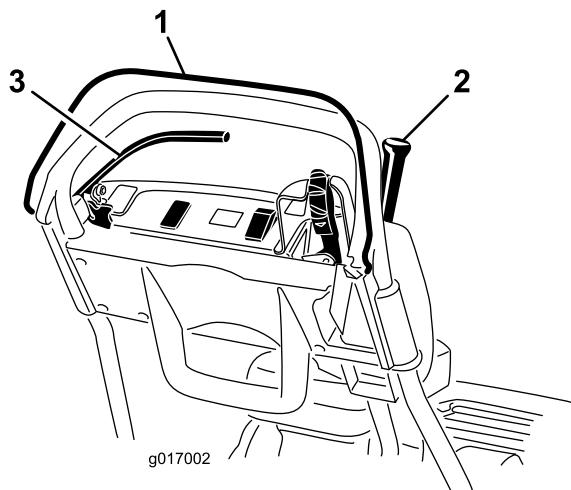

Bild 27
3. Versuchen Sie den Fahrantriebshebel bei gelöster elektronischer Sicherheit zu aktivieren (Bild 27). Der Fahrantriebshebel sollte nicht aktiviert werden. Wenn der Fahrantriebshebel aktiviert werden kann, müssen die Sicherheitsschalter gewartet werden. Beheben Sie den Fehler, bevor Sie den Betrieb aufnehmen. Weitere Informationen finden Sie unter „Warten der Sicherheitsschalter“.
4. Lösen Sie die elektronische Sicherheit, wenn die elektronische Sicherheit gedrückt und der Fahrantriebshebel aktiviert ist (Bild 27). Der Fahrantriebshebel sollte deaktiviert werden. Wenn der Fahrantriebshebel nicht deaktiviert wird, müssen die Sicherheitsschalter gewartet werden. Beheben Sie den Fehler, bevor Sie den Betrieb aufnehmen. Weitere Informationen finden Sie unter „Warten der Sicherheitsschalter“ oder „Einstellen des Fahrantriebshebels“.
5. Aktivieren Sie die elektronische Sicherheit und schieben Sie den Ganghebel nach links; kuppeln Sie dann den Fahrantrieb und den Spindelantrieb ein und lösen Sie die elektronische Sicherheit (Bild 27). Der Fahrantriebshebel sollte deaktiviert werden. Wenn der Fahrantriebshebel nicht deaktiviert wird, müssen die Sicherheitsschalter gewartet werden. Beheben Sie den Fehler, bevor Sie den Betrieb aufnehmen. Weitere Informationen finden Sie unter „Warten der Sicherheitsschalter“, „Einstellen des Fahrantriebshebels“ oder „Einstellen des Spindelantriebs“.
6. Aktivieren Sie die elektronische Sicherheit und schieben Sie den Ganghebel nach links, um den Fahr- und Spindelantrieb einzukuppeln; schieben Sie den Ganghebel nach rechts, um den Spindelantrieb auszukuppeln (Bild 27). Der Spindelantrieb sollte ausgetrennt werden. Wenn der Fahrantriebshebel nicht deaktiviert wird, müssen die Sicherheitsschalter gewartet werden. Beheben Sie den Fehler, bevor Sie den Betrieb aufnehmen. Siehe „Einstellen des Spindelantriebs“.
2. Aktivieren Sie die elektronische Sicherheit, kuppeln Sie den Fahrantriebshebel ein und stellen Sie die Motorbedienelemente in die Start-Stellung (Bild 27). Versuchen Sie jetzt, den Motor zu starten. Der Motor sollte nicht anspringen. Wenn der Motor startet, muss der Sicherheitsschalter gewartet werden. Beheben Sie den Fehler, bevor Sie den Betrieb aufnehmen. Weitere Informationen finden Sie unter Warten der Sicherheitsschalter“.
2. Kuppeln Sie den Fahrantriebshebel aus, aktivieren Sie die Betriebsbremse und stellen die Motorbedienelemente in die Start-Stellung (Bild 27). Versuchen Sie jetzt, den Motor zu starten. Der Motor sollte anspringen. Wenn der Motor nicht anspringt, muss der Sicherheitsschalter gewartet werden. Beheben Sie den Fehler, bevor Sie den Betrieb aufnehmen. Weitere Informationen finden Sie unter Warten der Sicherheitsschalter“.
3. Lassen Sie den Motor an, aktivieren die Betriebsbremse (nicht die Feststellbremse), aktivieren Sie die elektronische Sicherheit und kuppeln Sie den Fahrantriebshebel ein (Bild 27). Der Motor sollte gegen die Bremse kämpfen aber nicht abstellen. Wenn der Motor abstellt, muss der Sicherheitsschalter gewartet werden. Beheben Sie den Fehler, bevor Sie den Betrieb aufnehmen. Weitere Informationen finden Sie unter Warten der Sicherheitsschalter“.
4. Lassen Sie den Motor an, aktivieren den Feststellbremsriegel, aktivieren Sie die elektronische Sicherheit und kuppeln Sie den Fahrantriebshebel ein (Bild 27). Der Motor sollte abstellen. Wenn der Motor nicht abstellt, muss der Sicherheitsschalter gewartet werden. Beheben Sie den Fehler, bevor Sie den Betrieb aufnehmen. Weitere Informationen finden Sie unter Warten der Sicherheitsschalter“.